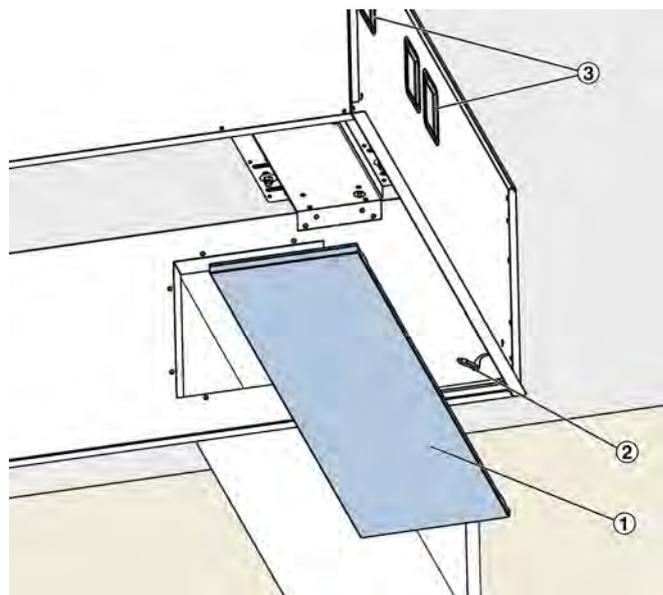

Abb. 35: Seitenblenden einlegen
9. ▶ Die Seitenblenden (Abb. 35 /1) am Fangseil (Abb. 35 /2) einhängen und einlegen.
Für eine einfachere Montage des Lüftungsgerätes (ggf. auch zeitlich versetzt zur Zargenmontage) empfehlen wir die Anschlüsse für Wasser, Strom und Kommunikation vorzubereiten und diese in die dafür vorgesehenen Öffnungen an der Zarge (Abb. 35 /3) einzuführen.